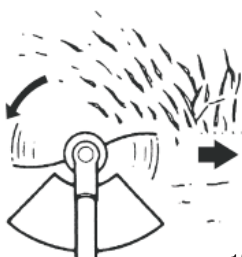

рис. 15
1. Держите бензокосу во время работы таким образом, чтобы косильная головка не касалась постоянно земли. Рис. 15.